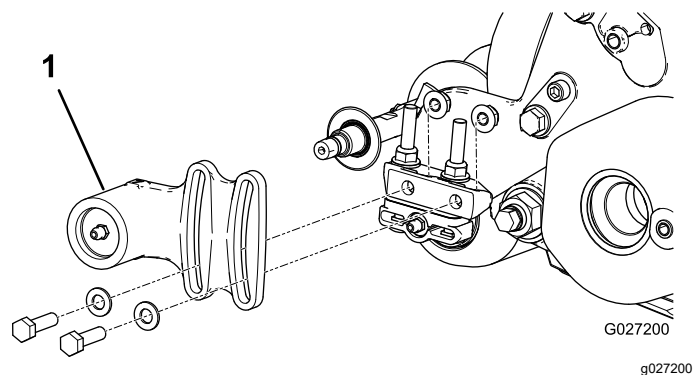

Figure 19
1. Si une brosse à rouleau est montée sur l'unité de coupe, enlevez les 2 boulons, rondelles et écrous qui fixent le logement de roulement libre au support de fixation du logement de roulement (Figure 19 et Figure 20).